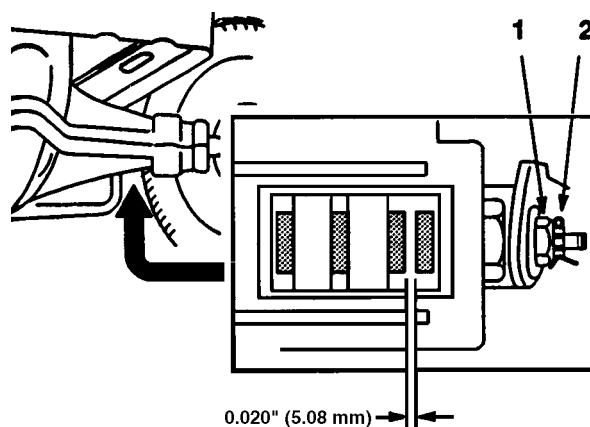

Fig. 16
3. Bremsen justeres ved at fjerne splitpinden og løsne bremsejusteringsmøtrikken en anelse (fig. 16).
4. Sæt forsigtigt et 5,08 mm følerblad ind mellem de to yderste bremseklodser (fig. 16).